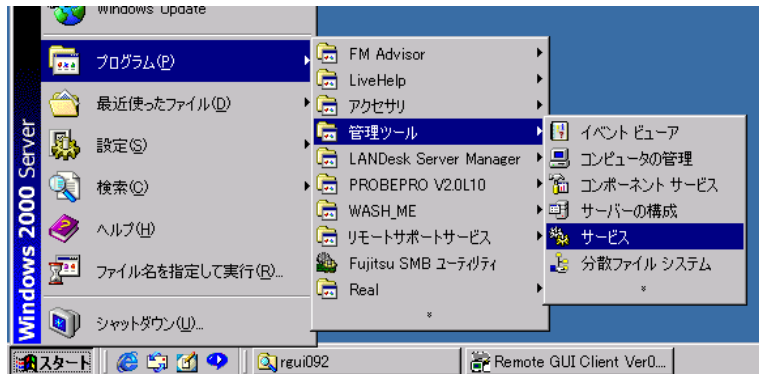

図 4-87 サービスダイアログの起動
- 1 タスクバーの[スタート]ボタンをクリックし「プログラム」をポイント、さらに「管理ツール」をポイントして「サービス」をクリックします(図 4-87)